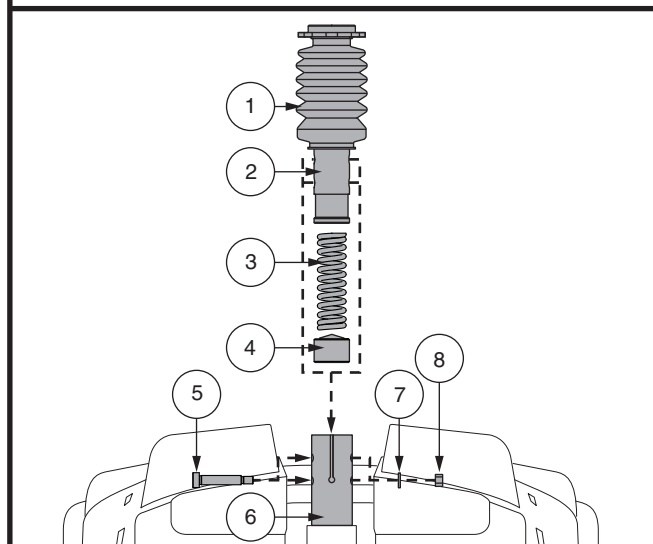

Figure 21. Réglage Hauteur du Siège - Montant du Siège Comfort
4. Poussez vers le bas le montant du siège tout en desserrant et en enlevant le boulon à épaulement, la rondelle et l'écrou. **Voir la figure 21.**
6. Installez le ressort de confort désiré. **Voir la figure 21.**